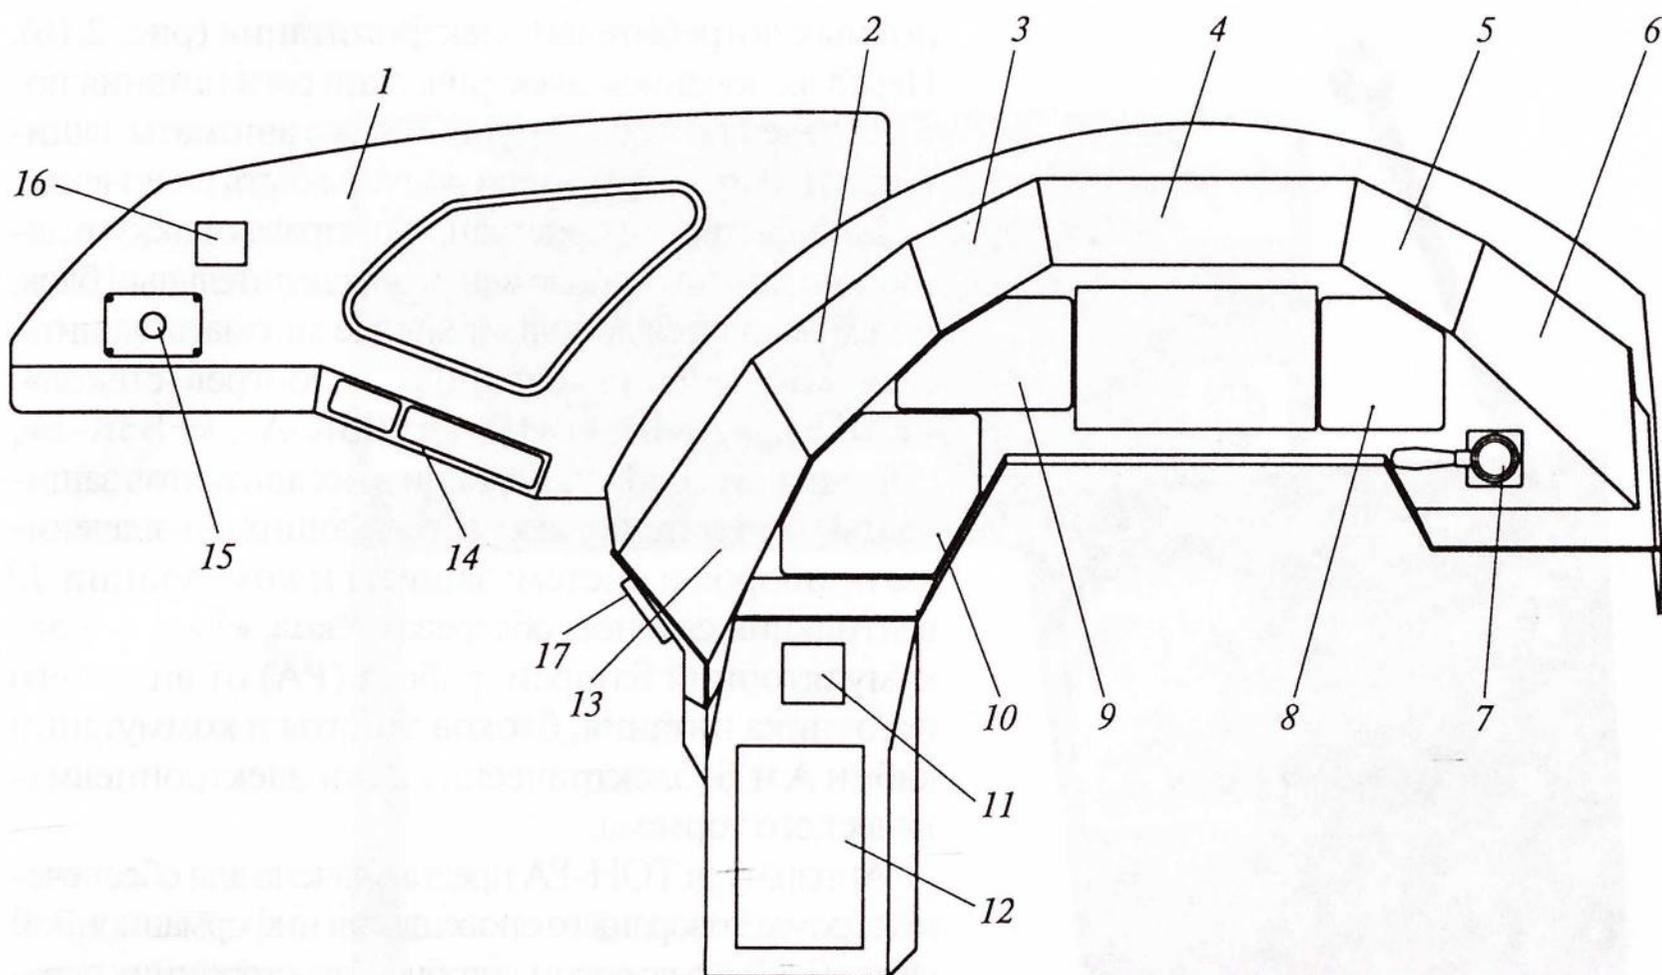

Рис. 2.3. Пульт управления:
**Пульт управления.** В кабине машиниста установлен пульт управления (рис. 2.3).
Блок (см. рис. 2.3) расположен в обеих кабинах внизу пульта управления слева от машиниста. На лицевой панели блока установлены автоматы защиты сети и предохранители ос-